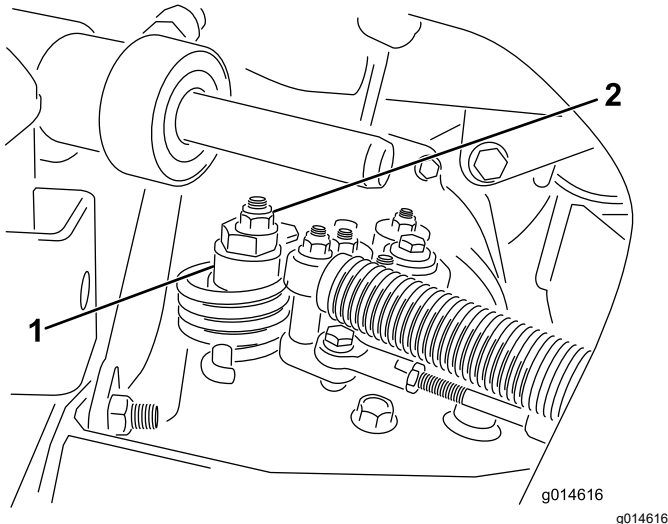

Figura 42
- A. Afloje la tuerca que sujeta el excéntrico a la parte superior del hidrostato (Figura 42).
- C. Gire el excéntrico hasta que no haya movimiento en ningún sentido. Cuando la rueda deje de girar, apriete la tuerca para bloquear el excéntrico y el ajuste (Figura 42). Compruebe el ajuste con el acelerador en las posiciones LENTO y RÁPIDO.